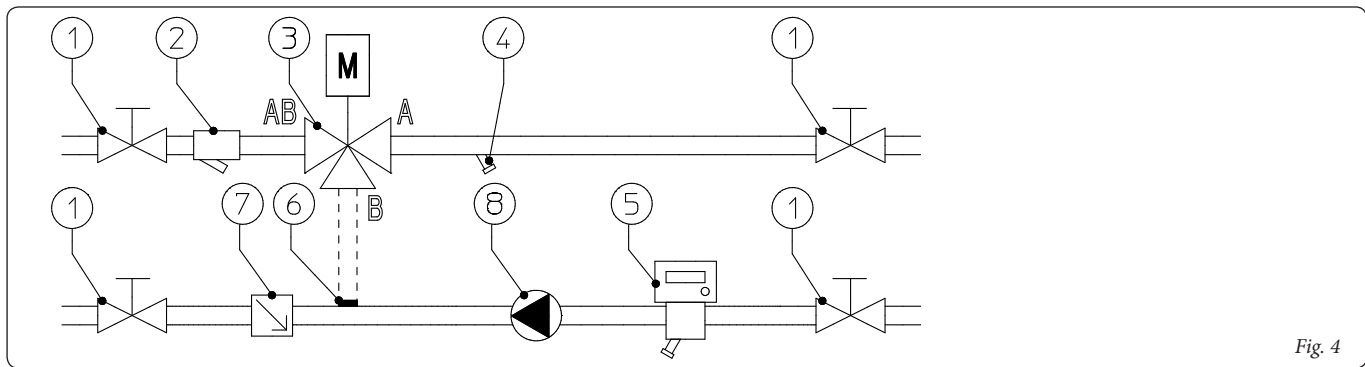

Fig. 4
Per un corretto bilanciamento dell'impianto in alcuni casi può risultare utile convertire la valvola 3 vie in una valvola 2 vie eliminando l'effetto by-pass quando la valvola 3 vie è chiusa e non è presente nessuna richiesta da parte dell'impianto. A questo scopo è fornita una guarnizione cieca (6) da inserire alla fine del tubo collegato sul lato (B) della valvola 3 vie (Fig. 4) che ostruisce il passaggio dell'acqua.
For correct system balance, in some cases it can be useful to convert the 3-way valve into a 2-way valve, eliminating the by-pass effect when the 3-way valve is closed and no system request is present. To do this, a blind gasket is supplied (6), which must be inserted at the end of the pipe connected to the 3-way valve (B) side (Fig. 4) that obstructs the passage of water.